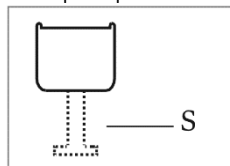

Fig.13
- asigurați-vă că ușile aparatului se deschid, se închid și etanșează corect. După ce ați terminat și dacă sunteți mulțumit de modul de montare a aparatului în dulap, îndoiți și rupeți părțile distanțierelor albe marcate cu „S”, așa cum se arată în conturul punctat din fig. 13. Lăsați restul capacului distanțierelor peste plăcile metalice.